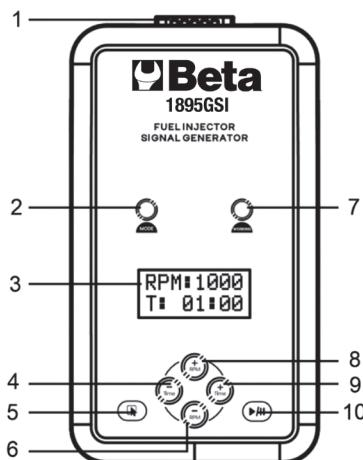

Fig. 1
- Selecionar a velocidade de rotação simulada desejada, carregando os botões “+” (8 Fig. 1) e “-” (6 Fig. 1).
- Configurar a duração do processo carregando os botões “+” (9 Fig. 1) e “-” (4 Fig. 1).